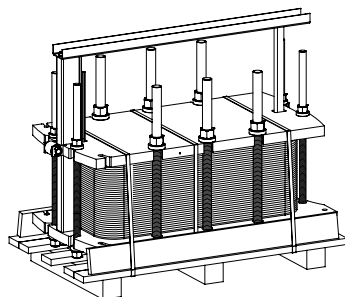

Fig. 1a
- Rispettare le istruzioni di imbragatura (Fig. 1a + 1b + 2)